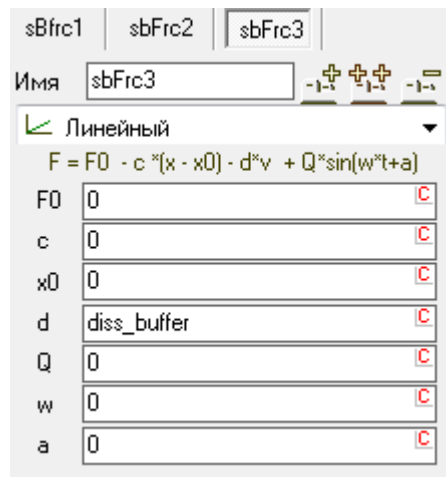

Рис. 1.35. Линейное демпфирование
- Третья сила в группе вводит небольшое демпфирование линейное по скорости, рис. 1.35. Коэффициент демпфирования задан идентификатором *diss_buffer*.